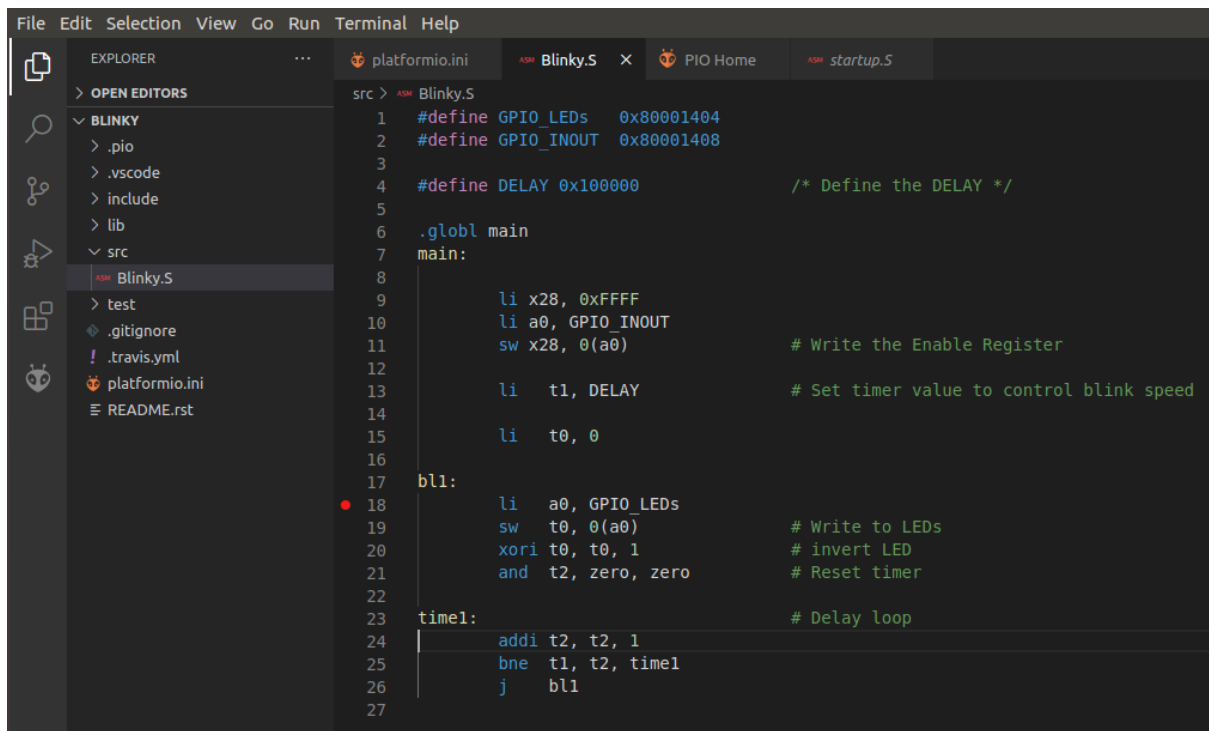

图52. 在blinky.S中设置断点
8. 通过单击第18行的左侧设置一个断点。将出现一个红点，并且断点将添加到“BREAKPOINTS”（断点）选项卡（参见图52）。